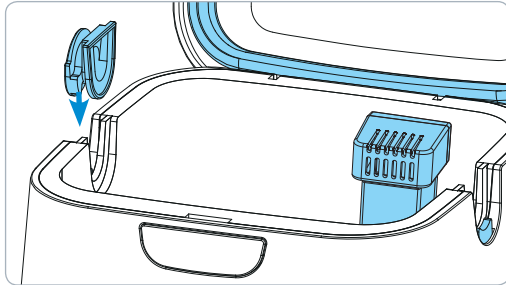

Figure 6. Installation du bouchon amovible d'emplacement pour tuyau
2. Installez le bouchon amovible d'emplacement pour tuyau dans un emplacement ouvert (voir figure 6). Orientez le bouchon amovible d'emplacement pour tuyau comme indiqué sur la figure 6. La face bombée du bouchon amovible d'emplacement pour tuyau doit être tournée vers l'extérieur du SoClean 2.